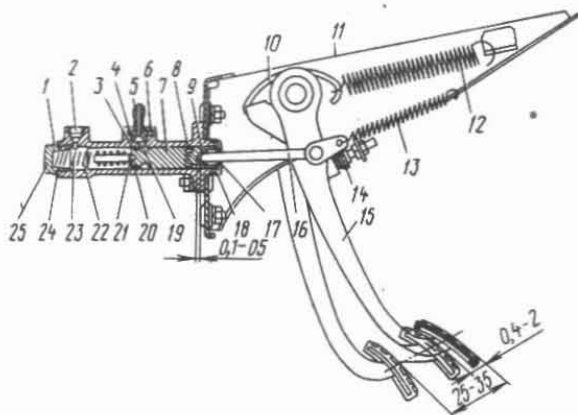

Fig. 3-2. Pedal y cilindro principal de mando del embrague:
- se instala la holgura de 0,1-0,5 mm entre el empujador y el émbolo del cilindro principal (véase fig. 3-2). Esta holgura es necesaria para el completo desembrague, se regula con el limitador 14 del pedal de embrague. La holgura se aprecia por el recorrido libre del pedal, que es igual a 0,4-2 mm;